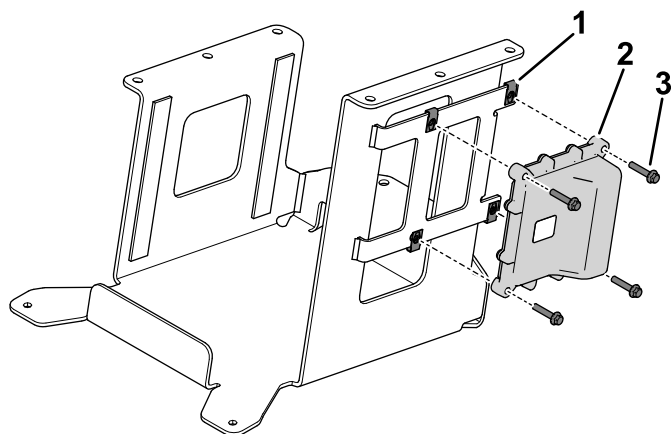

Figur 7
1. Monter 5 skumstrimler (19 cm) på den øvre monteringsplade (Figur 7).